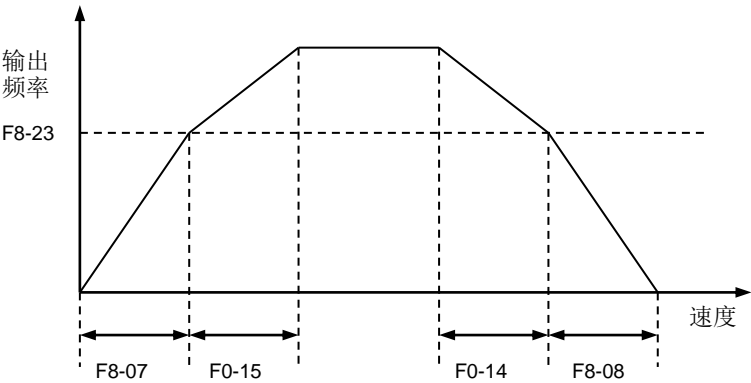

图 6-29 加减速切换频率
- F8-23: 设定加、减速度自动切换时的频率点，如图 6-29 所示。